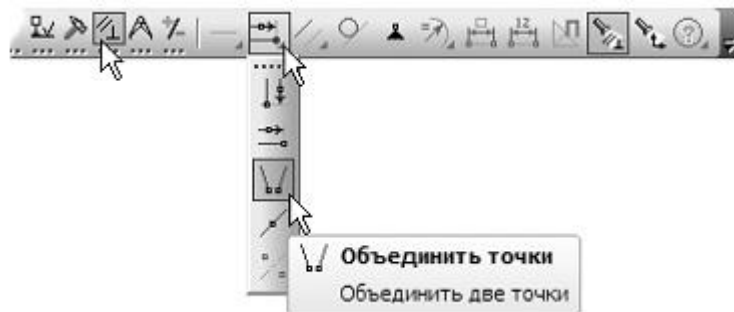

Рисунок 9.
17. Нажмите кнопку Параметризация на Панели переключения и кнопку Объединить точки на Расширенной панели команд параметризации точек (рис. 9).